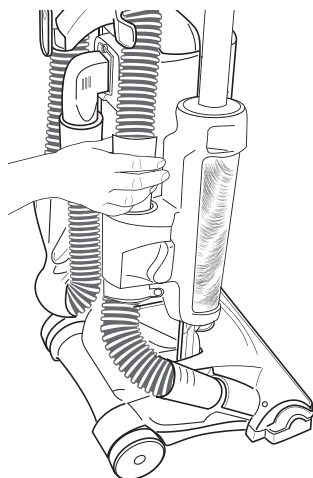

FIG. 29
- Step 1:** Firmly pull the end of the hose from the self-cleaning duster (FIG. 29).
- Paso 1:** Jale firmemente el extremo de la manguera desde el plumero autolimpiador (FIG. 29).